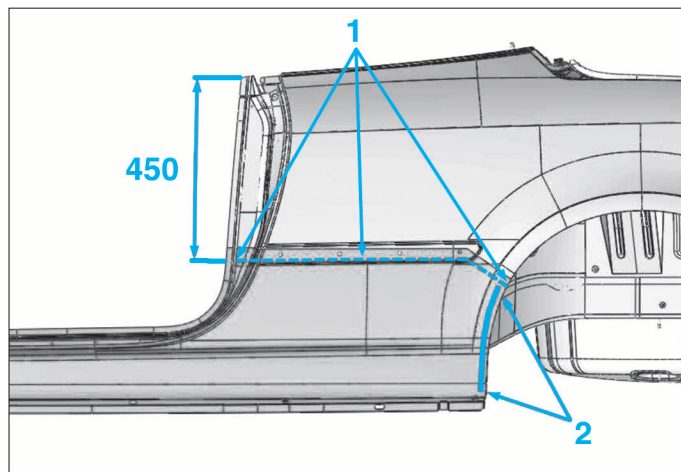

FIG. 59
- Découper la pièce suivant la ligne (1) (Fig.59).
- Dessertir suivant la ligne (2).
- Sertir suivant la ligne (2) (Fig.59).